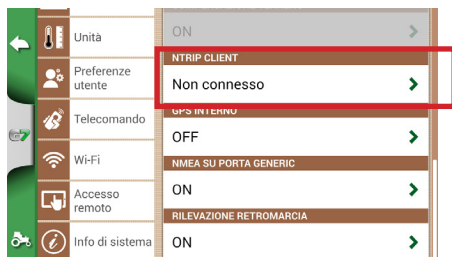

Figura 6.2.2.a - Menu configurazioni satelliti
2. Nel Menu “CONFIGURAZIONI” Menu, selezionare “Satelliti” e toccare “NTRIP CLIENT” (Figura 6.2.2.a)
- Riempire i campi mostrati nella Figura 6.2.2.b (I dati saranno forniti dal rivenditore o dal provider NTRIP)